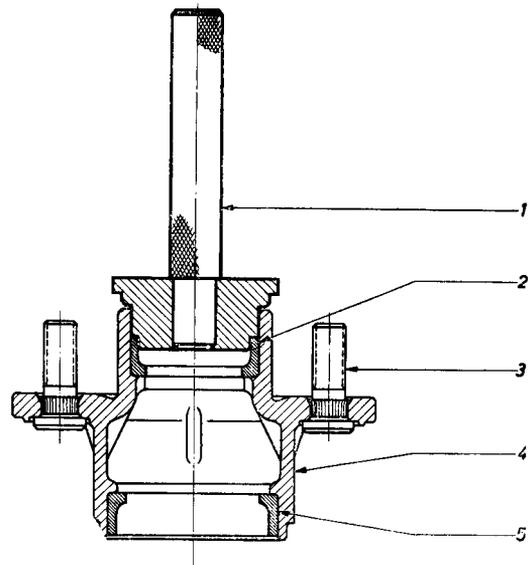

Bild 22 – Äußeren Laufring in Radnabe eindrücken
1. Äußeren Laufring des inneren und äußeren Radlagers mit Einpreßdorn bis zur satten Anlage in Vorderradnabe einpressen (Bild 22).